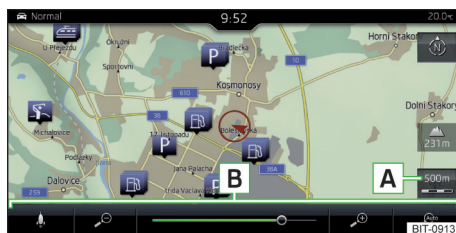
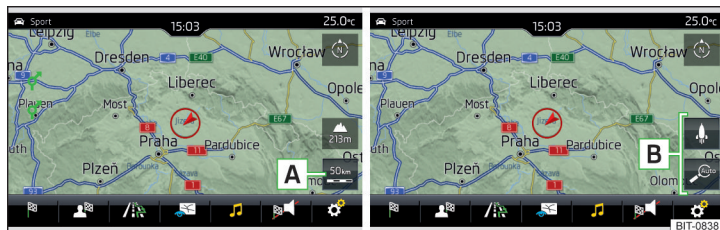

Fig. 224
Fig. 225 Superficies funcionales para el cambio de la escala del mapa: Infotainment Amundsen
► Pulse la superficie funcional **A** » **fig. 224** o » **fig. 225**.
En el área **B** » **fig. 224** o » **fig. 225** se visualizan las superficies funcionales para el cambio de escala del mapa.
- Pulsar la superficie funcional **A** » **fig. 224** y utilizar el control deslizante o pulsar la superficie funcional **B** » **fig. 224** (válido para el Infotainment Columbus).